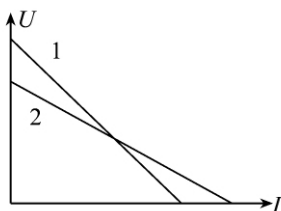

图 1-2-2
②与负载电流的关系(电源的外特性):其关系曲线如图 1-2-2 所示。